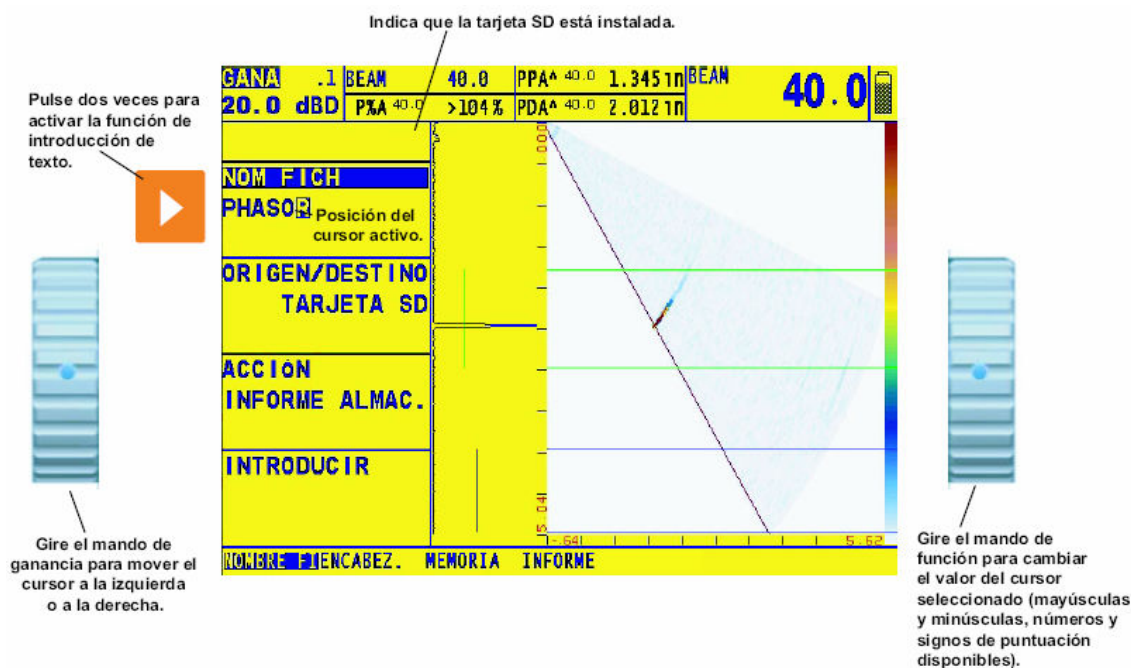

Figura 6-2: La pantalla de introducción de datos permite la introducción o edición de nombres de archivos y de otras etiquetas alfanuméricas.
Paso 3: Presione dos veces  junto a FILENAME. Utilice las dos perillas y la característica de entrada de texto del Instrumento para ingresar el nombre de la hoja de datos (como se muestra en la Figura 6-2)
Paso 3: Observe que la parte superior de la pantalla contiene cinco líneas para el memo. El primer carácter del memo esta ahora iluminado. Utilice las dos perillas giratorias y la característica de entrada del Instrumento para ingresar o editar el contenido del memo (como se muestra en la Figura 6-2).
Paso 3: Observe que la parte superior de la pantalla contiene una entrada de nueve Caracteres de encabezado de reporte. El primer carácter del encabezado esta ahora iluminado. Utilice las dos perillas y la característica de entrada de texto del instrumento para ingresar o editar el contenido de un encabezado (como se muestra en la figura 6-2)